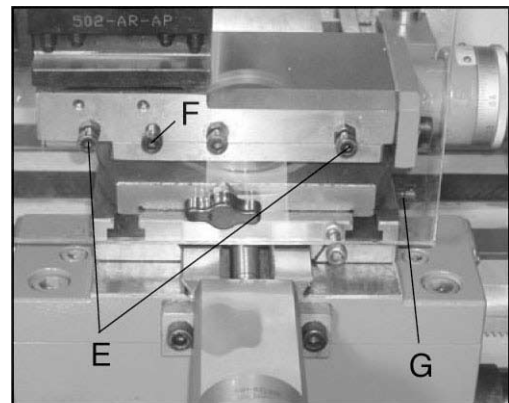

Fig. 13
5. Réglage du petit chariot (Fig. 13, E)
6. Blocage du petit chariot (Fig. 13, F)
7. Réglage du chariot transversal (Fig. 13, G)